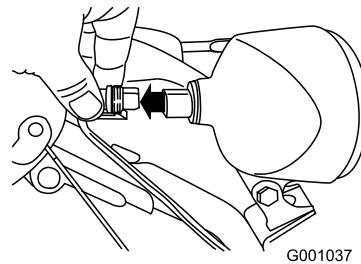

Figura 50
- Togliete il connettore del cavo dal retro del faro (Figura 50).